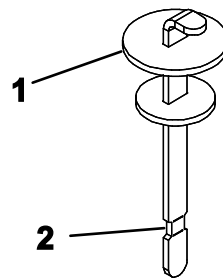

图19
4. 从加油颈中取出量油尺用干净的抹布擦拭。将量油尺插入加油颈然后再取出检查液位。液压油位应达到量油尺上的标记 图19。